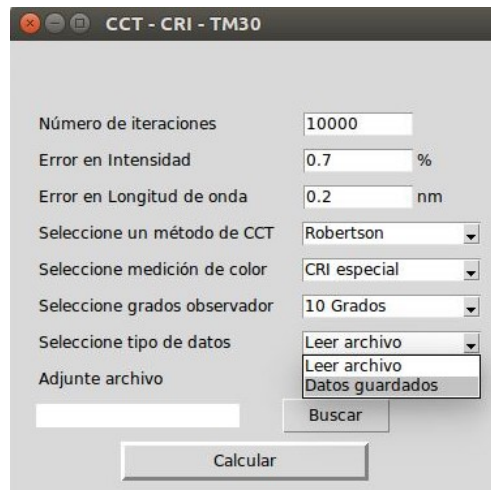

Figura 12: Lista desplegable de tipo de dato
Paso 7: Seleccionar el tipo de dato que será utilizado en el cálculo como lo muestra la Figura 12